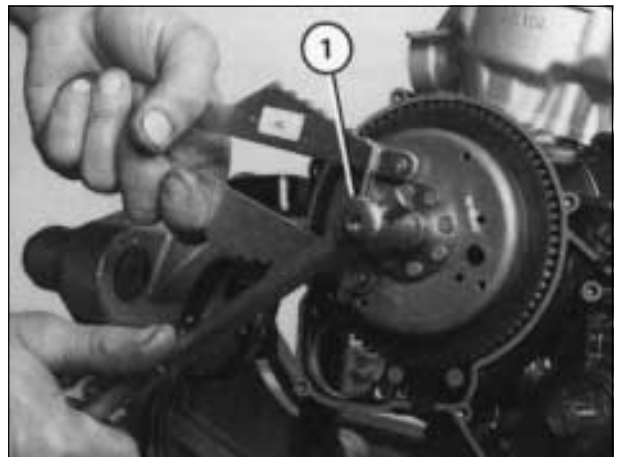

Fig. 14
- 14) BLOCCANDO il rotore del volano magnete con l'apposita chiave di fermo (1-Fig. 14) svitare il dado di fissaggio rotore con una chiave da 15 mm.
- 14) BLOCKING the rotor of the magneto flywheel with the special locking wrench (1-Fig. 14), unscrew the rotor retaining nut with a 15 mm wrench.